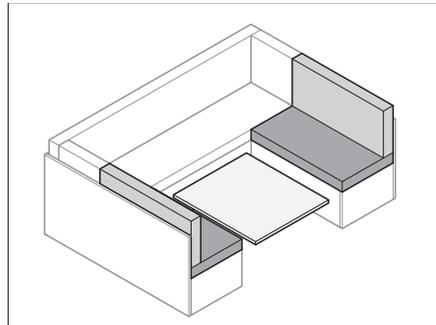

Fig. 77 Transformation de la table
- Transformer la table (Fig. 77) en sommier de lit (voir paragraphe 7.8).